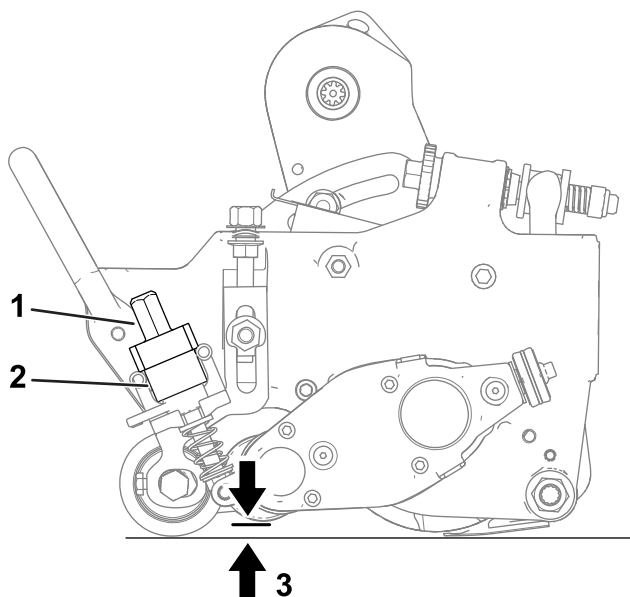

図 19
- A. クイックアップレバー 図 19 を作動位置レバーがカuttingユニットの前方に向いている状態にする。
- B. グルーマリール的一端側で、ブレードの一番低い刃先と床との距離を測る 図 19。高さ調
整ノブ 図 19 を使って、グルーマの刃先の高さを希望の高さに調整する。